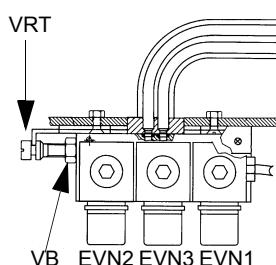

Рис. 18
- Положение форсунок перевернуто из-за требований чертежа. Правильное положение указано на Рис. 18..Зачерненные трубы - это трубы, по которым проходит топливо под давлением.